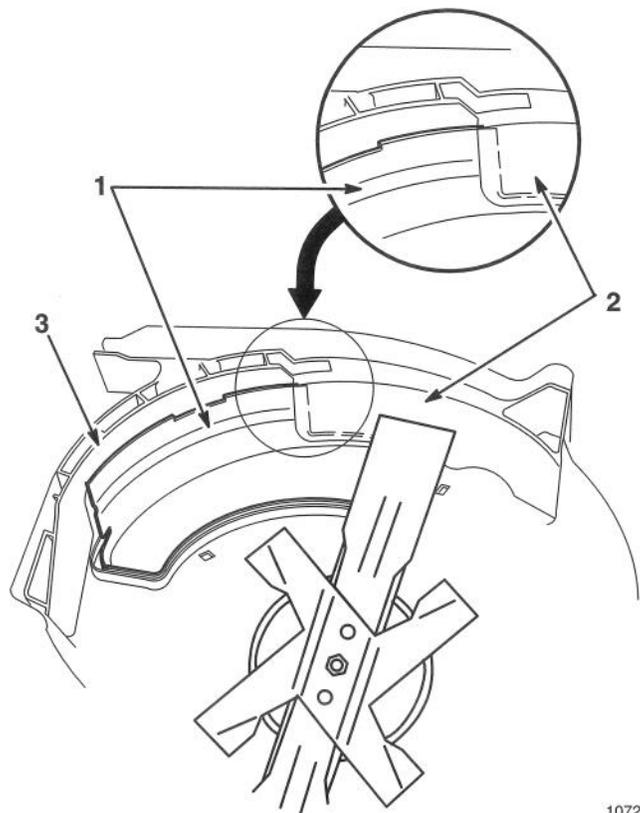

Figure 41
- Vérifier qu'il y ait un espace entre les extrémités de la lame et la chicane de la chute suffisant pour éviter le contact avec la lame (Fig. 41).
**Remarque:** la chicane de la chute doit passer derrière celle du carter avant et entre la lame et la garde de pieds pour ne pas entrer en contact avec la lame (Fig. 41).